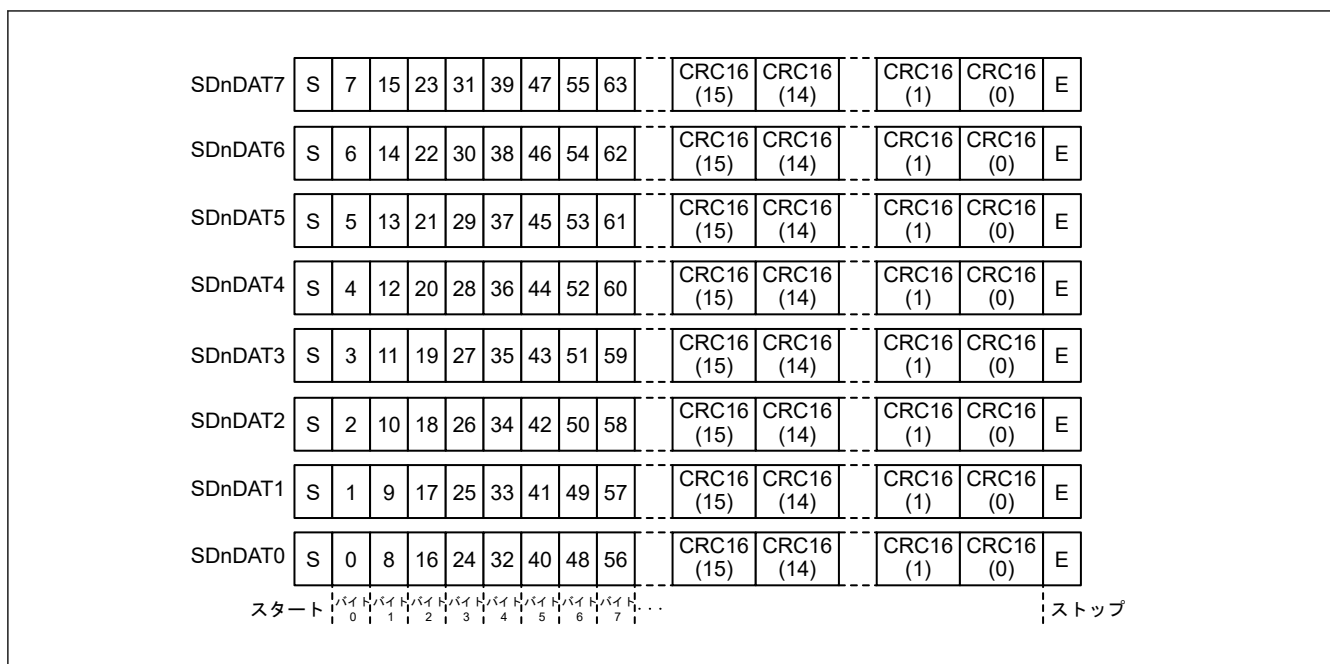

図 33.4 8 ビット幅モードの SDnDAT
2. 受信データが MMC ホストインタフェースの SD\_BUF に格納される (図 33.4 を参照)。